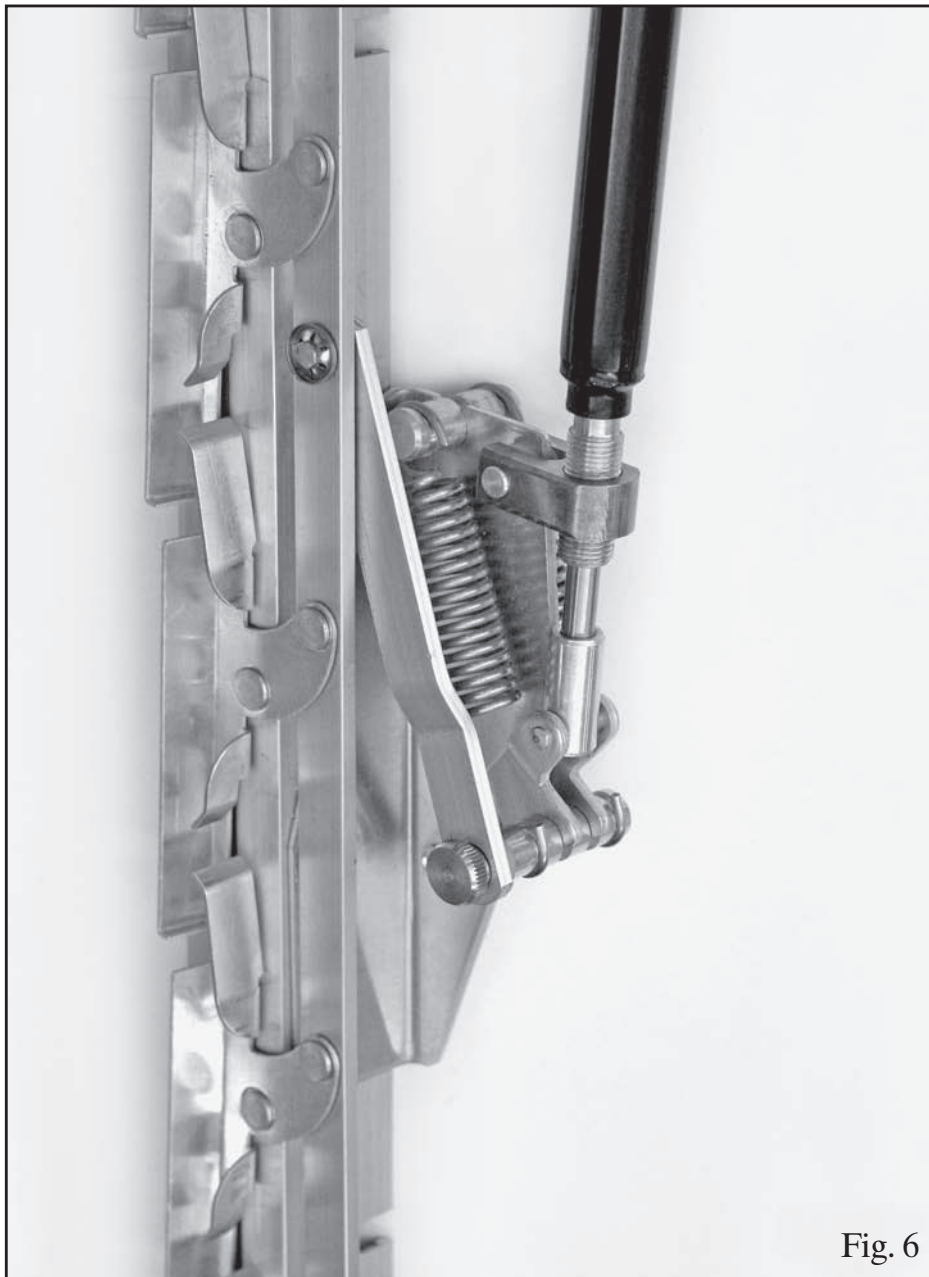

Fig. 6
11. Skru cylinderen ind i cylinderophæng (2) indtil der ses lige meget gevind på begge sider af ophænget. Kontroller at stempelstangen sidder inde i stempelstang holderen (4) – se Fig.6